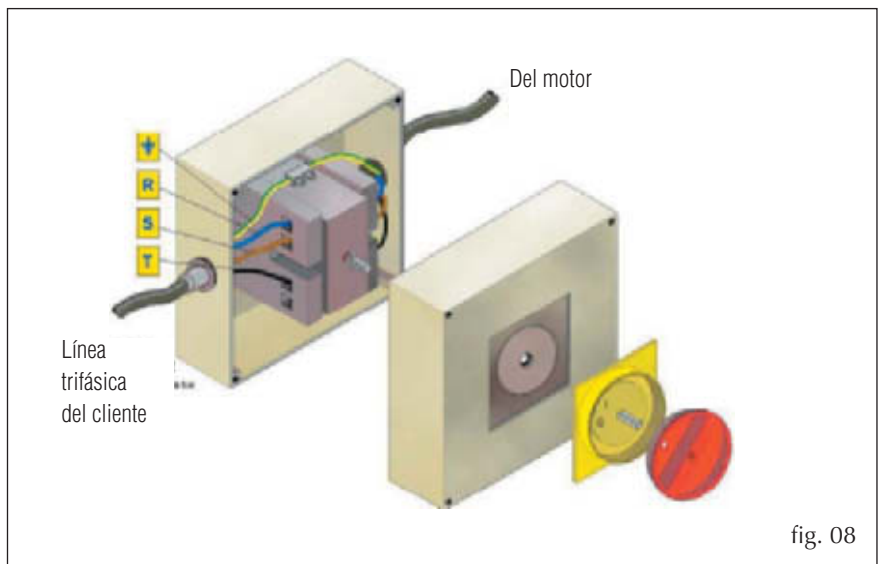

fig. 08
**Nota:** En cualquier caso, compruebe siempre el tipo de conexión que debe realizarse según el diagrama del motor puesto por el fabricante en la placa y dentro de la caja de la regleta. Si se solicita, también es posible recibir una caja de derivación eléctrica de fácil acceso para las versiones entre la 050 y la 750, mientras que ésta siempre se incluye en los tres últimos tamaños, de la 850 a la 1100 (Fig. 08).